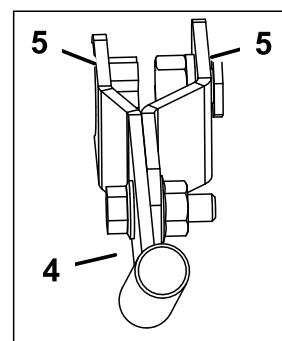

Figura 28
3. Retire el acoplamiento dentado recto S67 y la horquilla de retención del conjunto de válvula de control incluida con las piezas sueltas (Figura 28).
2. Conecte el extremo del conjunto de la palanca, que forma parte del conjunto de válvula de bola pequeña, al conjunto de la válvula de control (Figura 28).